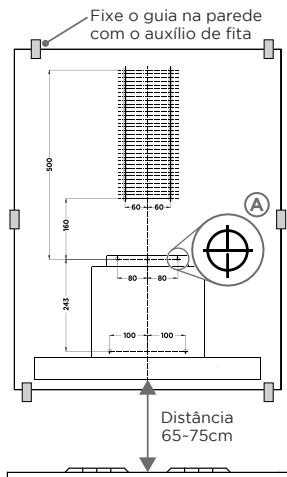

Fig. 11
1. Para a furação, observe o nivelamento e espaçamento mínimo sobre o fogão antes de fixar o guia na parede, garantindo a centralização com o fogão (Fig. 11).
2. Fixe o guia de instalação na parede com o auxílio de uma fita e faça os furos conforme as indicações "⊕" do guia ("A" - Fig. 11). Após realizada as furações com o guia de instalação, insira as buchas nos furos e fixe rigidamente a placa de suporte da coifa e segunda placa de instalação da proteção decorativa com os parafusos 5x50.